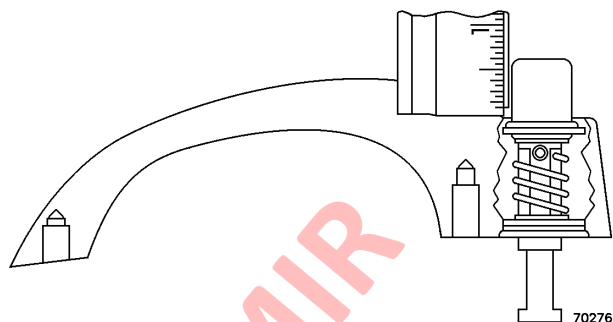

FIGURA 2-5. MEDICION DE LA DISTANCIA DE RECORRIDO DEL ÉMBOLO
1. Determine el grado de juego del émbolo de liberación de la puerta empujándolo hasta que contacte el mecanismo de liberación de la puerta. Mida la distancia que recorre el émbolo desde esta posición hasta el punto donde se libera completamente (vea la Figura 2-5).